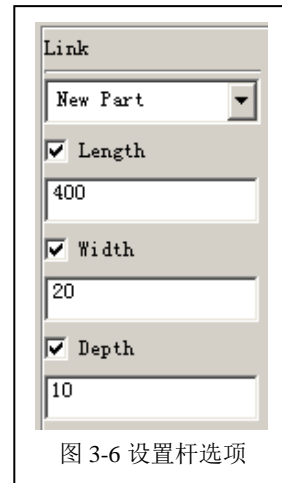
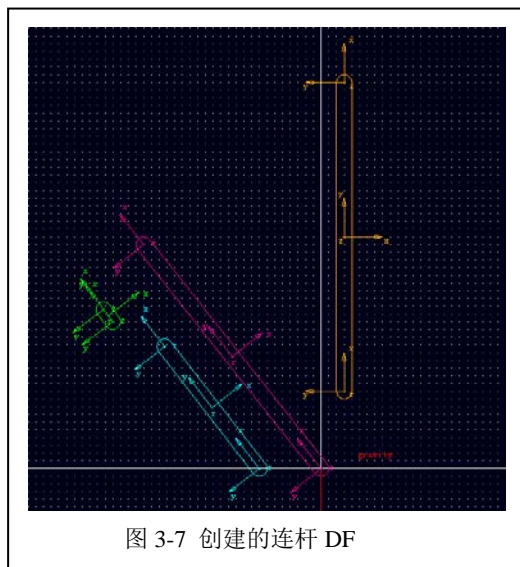

图 3-6 设置杆选项
图 3-7 创建的连杆 DF
3.4 在 ADAMS/View 零件库中选择连杆 (Link) 图标 ，参数选择如图 3-6 所示。在 ADAMS/View 工作窗口中，用鼠标左键在副曲柄上侧的区域任意选择一点 (本题中选择点 (30,100,0) mm)，并使连杆垂直向上，然后点击鼠标左键确定。连杆 DF (PART\_5) 创建出来，如图 3-7 所示。